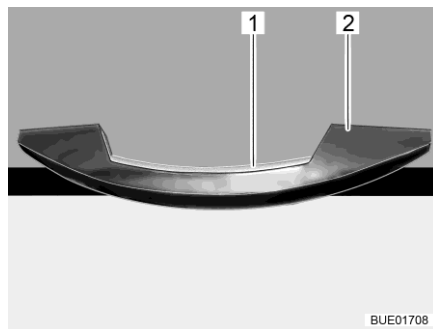
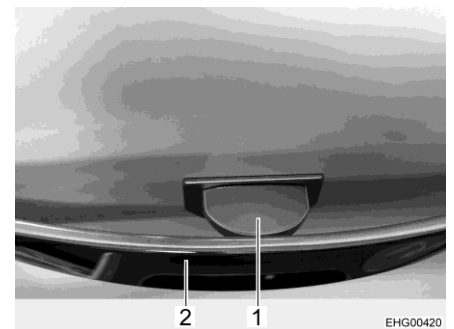

Fig. 52 Poignée avec barre de déverrouillage (exemple)
Fig. 53 Poignée avec languette de déverrouillage
- Enfoncer la barre de déverrouillage (Fig. 52,1) ou la languette de déverrouillage (Fig. 53,1) et la maintenir enfoncée.
- Tirer sur la poignée (Fig. 52,2 ou Fig. 53,2) jusqu'à ce que la porte de placard s'ouvre.